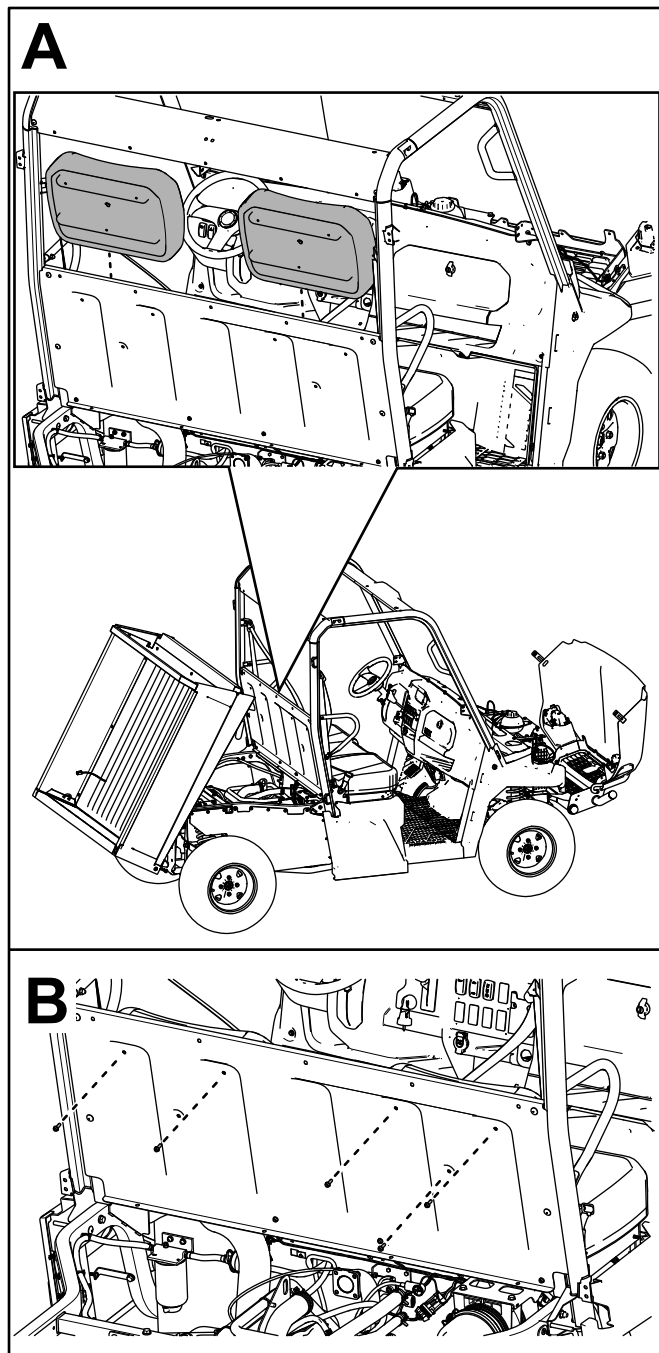

Figura 27
- E. Sujete los 2 respaldos al panel del asiento usando 5 pernos de cabeza hexagonal con arandela prensada (1/4" x 3/4"), como se muestra en la Figura 27.